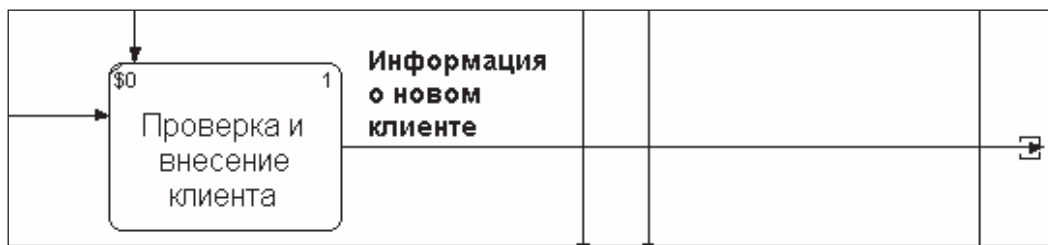

Рис. 16.2. Граничная стрелка «Информация о новом клиенте» на диаграмме A22
6. В случае внесения новых клиентов в работе «Проверка и внесение клиента» на диаграмме A22 «**Оформление заказов**» информация должна направляться к работе «Привлечение новых клиентов» диаграммы A23 «**Исследование рынка**». Для этого необходимо использовать инструмент Off-Page Reference. На диаграмме A22 «**Оформление заказов**» создайте новую граничную стрелку, исходящую от работы «Проверка и внесение клиента», и назовите ее «Информацией о новом клиенте» (рис. 16.2).